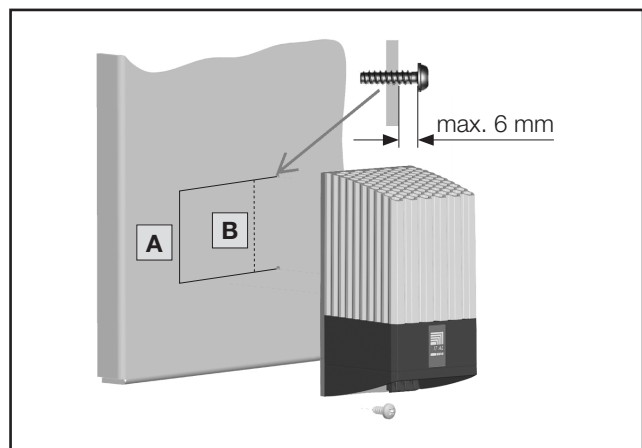

Afb. 2: Snapbevestiging op 35 mm montagerail EN 60715
1	Bevestigingsmateriaal (zie afb. 2)
Bevestigingsmateriaal (zie afb. 2)
1. Snapbevestiging op een 35 mm-montagerail EN 60715 (afb. 2).